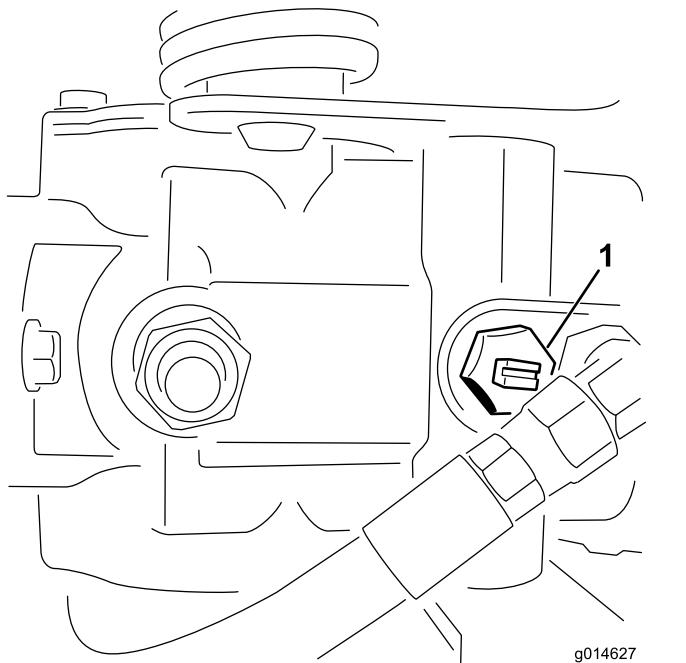

Bild 27
1. Ermitteln Sie das Sicherheitsventil an der Pumpe und drehen es so, dass der Schlitz vertikal ist (Bild 27).
2. Schließen Sie vor dem Starten des Motors das Sicherheitsventil. Drehen Sie den Schlitz des Ventils in die horizontale Stellung (Bild 27).